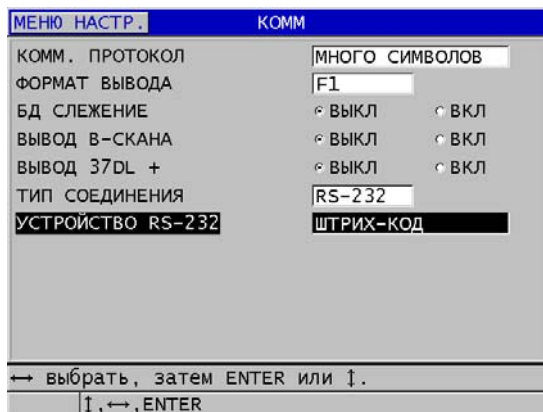

Рис. 11-30 Выбор сканера штрих-кода RS-232
3. В окне **КОММ** (см. Рис. 11-30 на стр. 211):